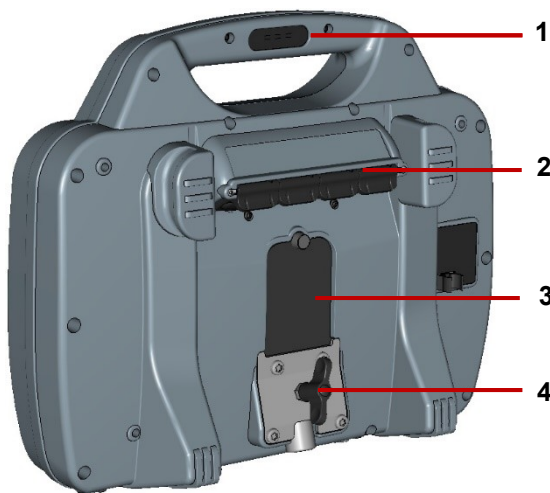

Fig. 3-2: Console de commande, vue de derrière
- La prise de courant doit toujours rester propre et sèche. Gardez le panneau de connexion principal fermé lorsque vous n'utilisez pas la console de commande. Voir Fig. 3-2.